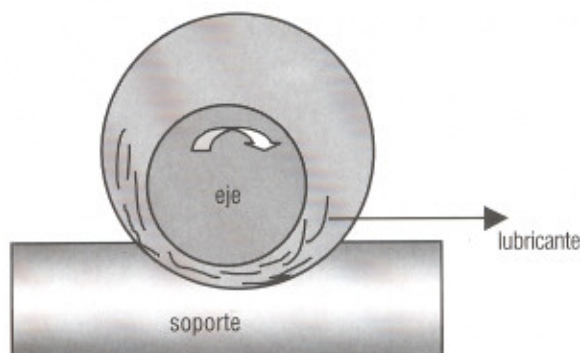

Figura 3. Lubricación hidrodinámica.
- ❖ Lubricación hidrodinámica: es la más utilizada, ya que aprovecha la energía del sistema para su control y suministro (ver figura 3).